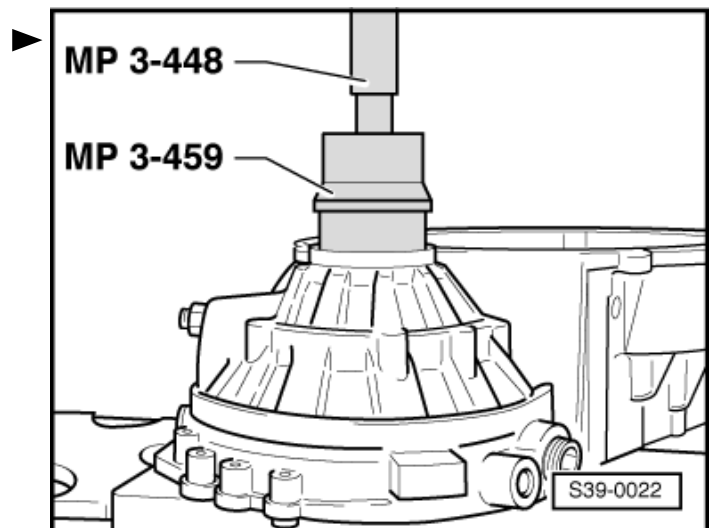

Abb. 2: Außenring/Kegelrollenlager ins Kupplungsgehäuse einpressen ►
- ☐ einpressen ⇒ Abb. 2 in **39-2** Seite 4